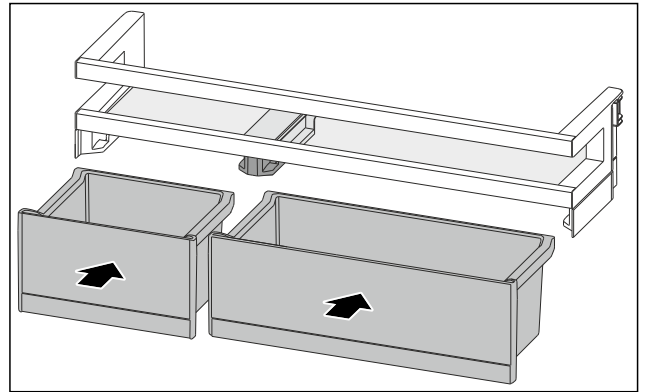

Fig. 90
- ▶ Installer les VarioBoxes dans l'agencement inverse. (voir Fig. 90)